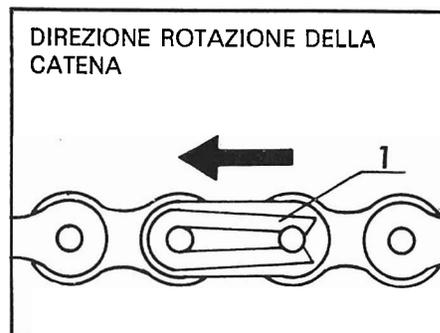

Fig. 24 - Molletta di arresto.
- Mediante una pinza rimuovere la molletta di arresto (1 Fig. 24) e dopo aver tolto la maglia di giunzione sfilare la catena.